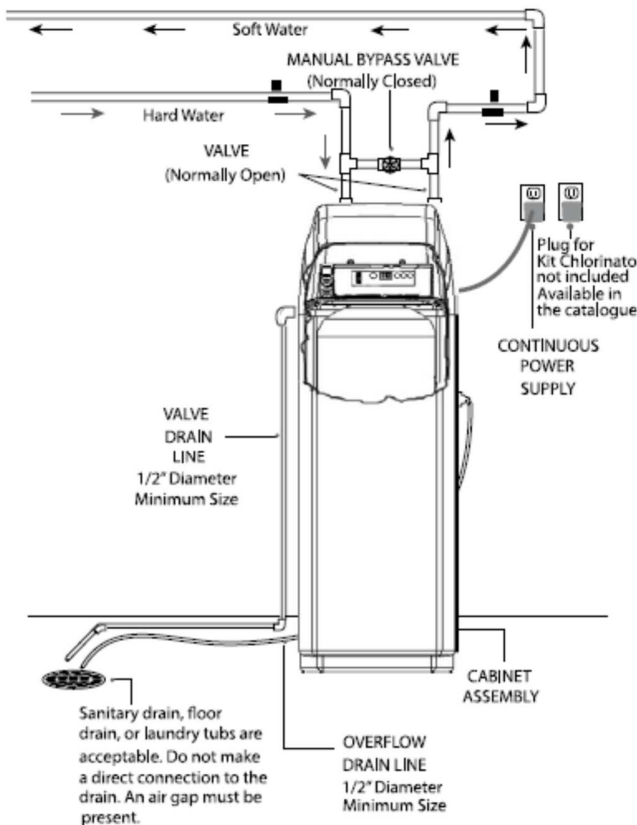

Figure 6
4. Închideți apa spre consumator. Deschideți robinetul de la cel mai înalt nivel din instalația sanitară și apoi cel mai de jos (nu se poate lucra la conducte cu apă în ele). Faceți modificările necesare la conducte pentru conectarea filtrului la instalația locuinței (vezi fig. 6)
7. Conectați conductele de intrare și ieșire. Filetele din placa vanei sunt 3/4" BSPT. Verificați ca intrarea apei să fie conectată în partea dreaptă (fig. 6)
Conectările scurgerilor tipice (fig. 6)